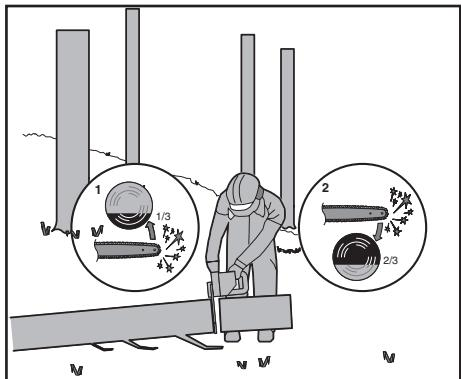

Figura.4
Tronco apoyado en un extremo, Haga el primer corte del lado inferior del tronco, atraviese 1/3 del diámetro del tronco (1). Este corte impedirá la producción de astillas en esta sección al completarse el corte (2). Figura. 4)